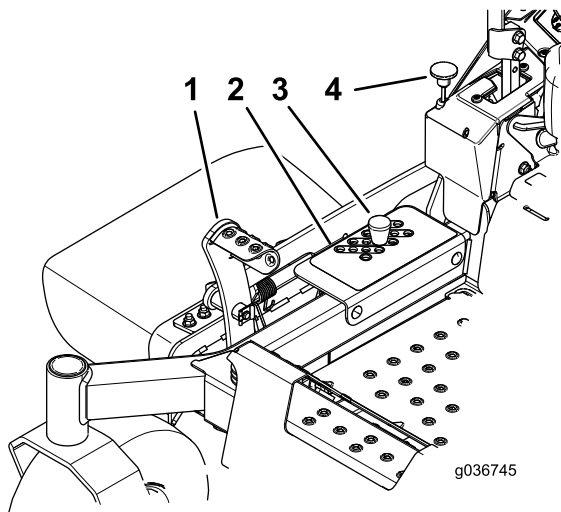

Figure 30
TRANSPORT (qui est aussi la position de hauteur de coupe de 127 mm), comme montré à la Figure 30.
3. Pour changer de hauteur de coupe, retirez l'axe du support de hauteur de coupe (Figure 30).
4. Placez la goupille dans le trou du support correspondant à la hauteur de coupe voulue (Figure 30).